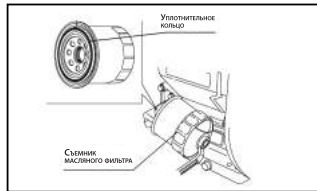

Рис. 16
- Вкрутите рукой новый фильтр до момента прижатия уплотнительного кольца (Рис. 16).